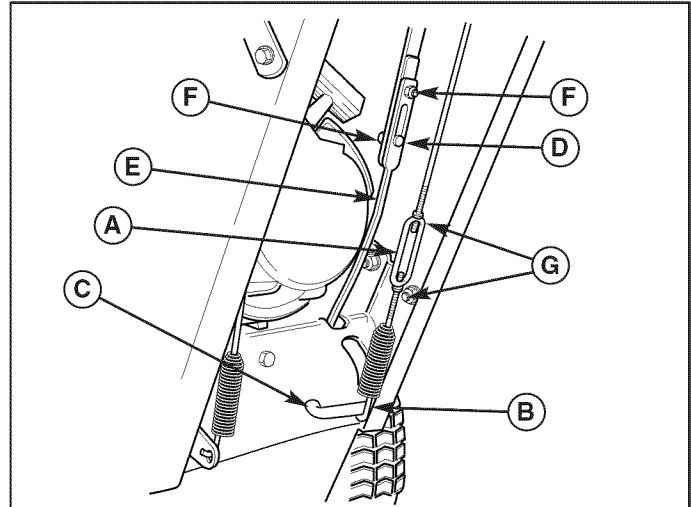

Figure 18. Timonerie du sélecteur de vitesse et de l'entraînement de la fraise
1. Desserrer les deux écrous (F, Figure 18).
3. Pousser la tringle inférieure dans logement et serrer les deux écrous. Ne pas tirer ou pousser sur les tringles pendant le serrage. Vérifier que les épaulements des boulons (D) sont dans les trous oblongs.
1. Lorsque le levier de commande est relâché, le crochet (B, Figure 18) doit à peine toucher le levier (C) sans le soulever. Il peut y avoir un jeu de 0,8 mm maximum.
2. Pour régler la tension, desserrer les deux écrous (G) et tenir la tringle inférieure pour l'empêcher de tourner. Faire tourner le tendeur vers la droite pour abaisser le ressort ou vers la gauche pour le relever.